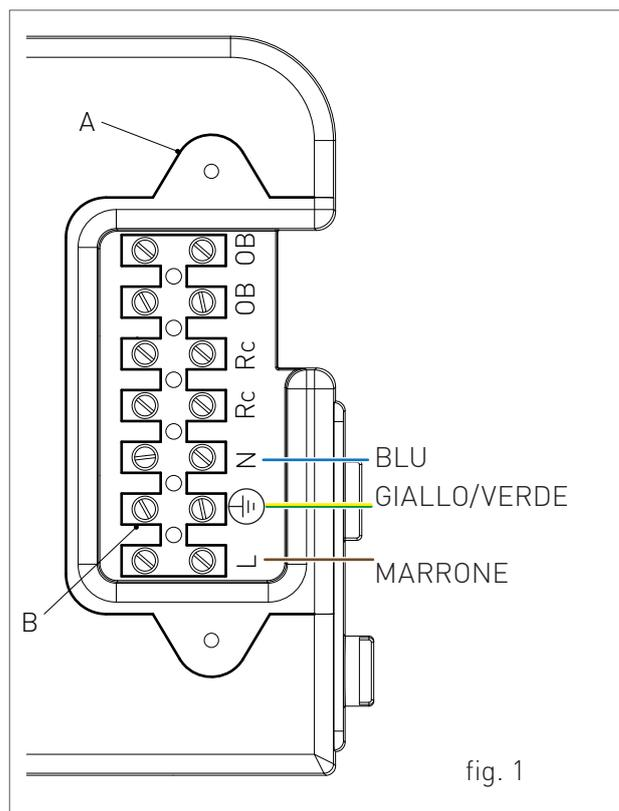

fig. 1
- > svitare le due viti e rimuovere il piastrino "A" (vedi fig. 1).
- > una volta rimosso il piastrino effettuare i seguenti collegamenti sulla morsettiera "B" (vedi fig. 1):
È necessario passare i cavi all'interno dello scaldabagno attraverso i passacavi 'P1' e 'P2' posti **sopra** la dima (vedi fig. 1). A tal fine bisognerà eseguire un foro sul passacavo, dal diametro leggermente inferiore rispetto al cavo, in modo che non passi l'aria.